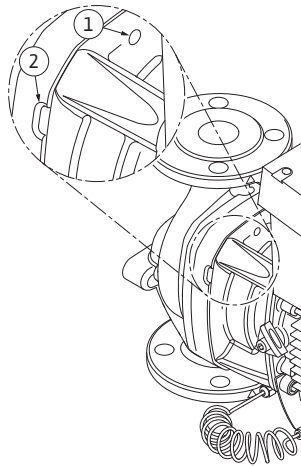

Fig. 51: Orifícios roscados e ranhuras para afastar o conjunto de encaixe do corpo da bomba
- Afastar o conjunto de encaixe (ver Fig. 13) do corpo da bomba. Para o efeito, recomenda-se a utilização de dois orifícios roscaados (Fig. 51, pos. 1), sobretudo para soltar o alojamento. Para soltar o alojamento, introduzir parafusos adequados nos orifícios roscaados. Se o conjunto de encaixe se mover com facilidade, podem ser utilizadas adicionalmente ranhuras (Fig. 51, pos. 2) entre o corpo da bomba e a lanterna para o afastamento (para isso, colocar, p. ex., duas chaves de fendas e utilizá-las como alavanca). Após um curso de afastamento de cerca de 15 mm, o conjunto de encaixe já não é conduzido no corpo da bomba.